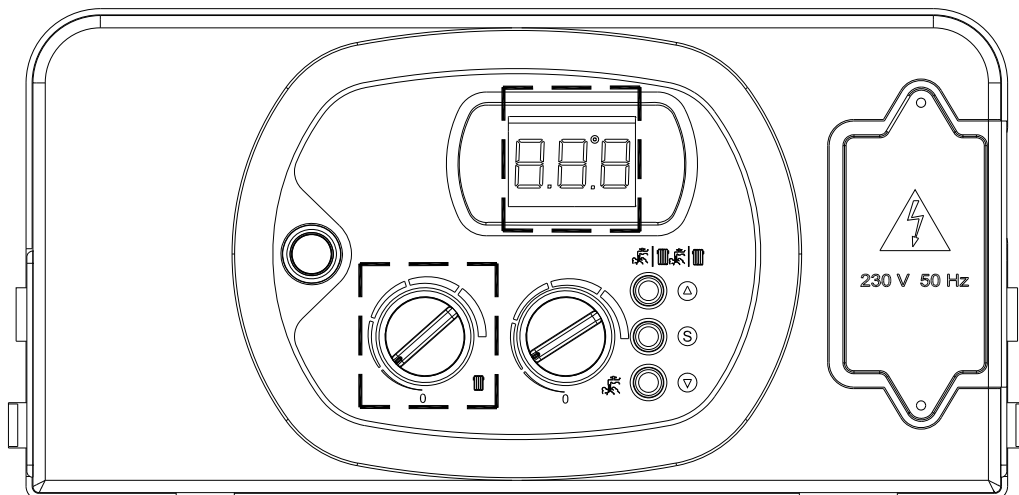

Fig. 2
- afferrare contemporaneamente le staffe supporto pannello comandi (fig. 2) e, allargandole, rovesciare il pannello ruotandolo verso il basso;
- svitare le quattro viti di fissaggio (fig. 2) e rimuovere il carter;
- nel caso di collegamento diretto della sonda esterna sulla scheda, l'impostazione della curva di compensazione climatica avviene agendo sulla manopola di regolazione riscaldamento. Ruotando la manopola (fig. 2), viene visualizzata la numerazione corrispondente alle curve del grafico di figura 1.